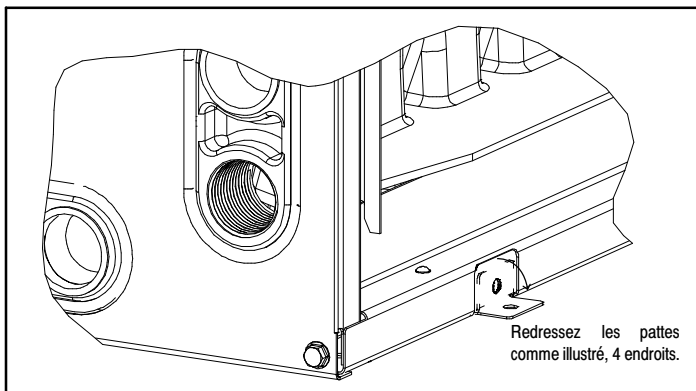

Figure 6 – Installation horizontale vers la gauche
1. Redressez les quatre pattes du côté droit du caisson. (Consultez la **Figure 6.**)